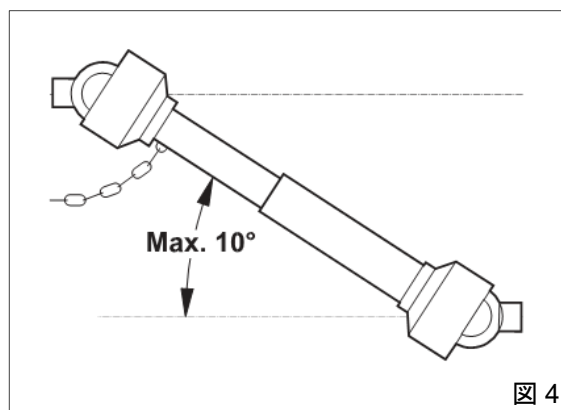

図 4
- 12) PTO シャフトが大きく傾く場合(決して 10° を超えてはいけない : 図 4 参照)、もう使用しない場合、必ず PTO シャフトを外してください。